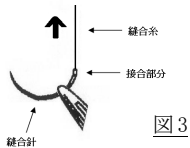

図 3
- 20) 持針器で把持した針を引っ張る際は、図 3 のように縫合針と縫合糸の接合部分が、縫合糸と直線上になるように使用すること。*